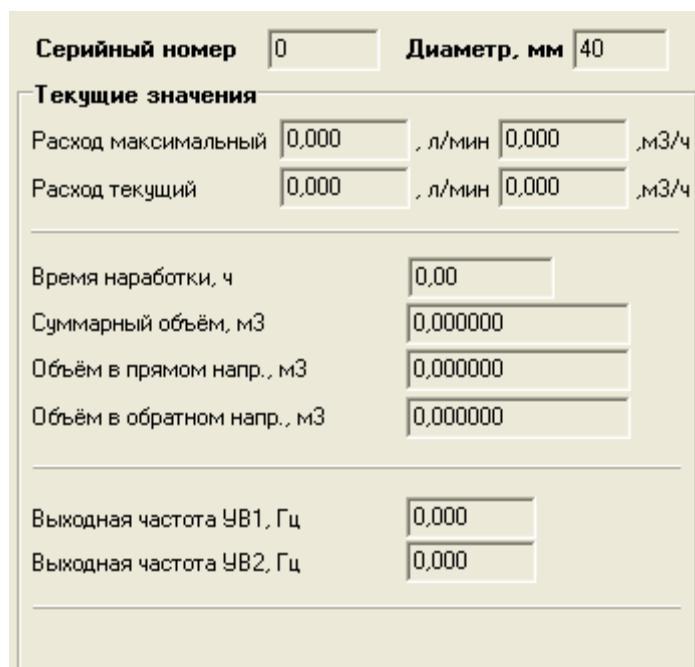

Рис.14 . Фрагмент вкладки «Измерения».
- 3.1.2. После запуска программы «Монитор Лайт М» (смотри п.2.1) на вкладке **Измерения** отображаются нулевые значения измеряемых параметров (рис.14).